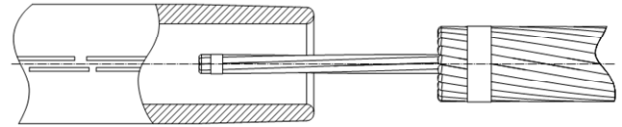

Bild 4
9. Schieben Sie das gefettete Aluminiumrohr des Pressverbinders mit dem konisch geformten Muffenende über das Ende des Leiterseils (Bild 4). Der Kabelbinder kann sich dabei verschieben.